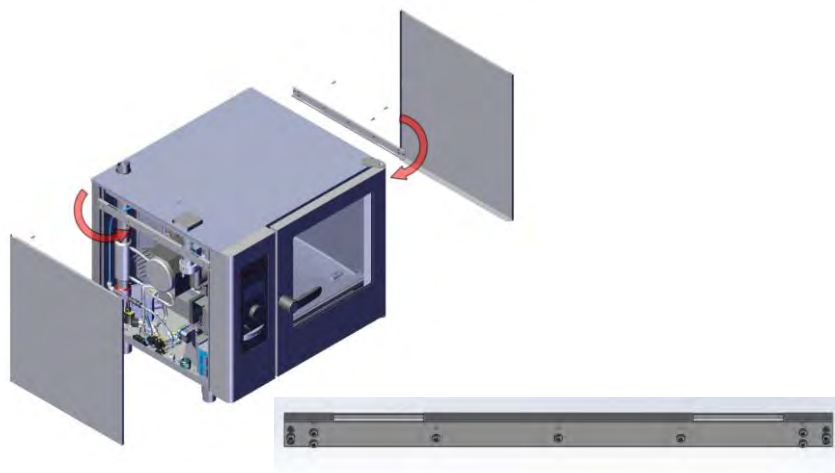

Fig. 49: Montering av uppstagingen (uppstagingens monteringsposition här till vänster)
5. För in båda uppstagningar (pos. 2) på höger och vänster sida av höljet och skruva ihop med det övre staget med skruvar med kullrigt huvud M5x16 (pos. 11 resp. 16) (Fig. 49).